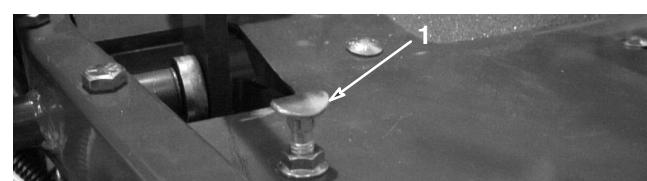

Figure 52
Pour obtenir la vitesse de transport maximale, placez le sélecteur de fonction en position de transport et appuyez sur la pédale de déplacement. Si la pédale touche la butée (Fig. 52) avant que la tension soit ressentie sur le câble, un réglage est requis.
- Placez le sélecteur de fonction à la position de transport et desserrez le contre-écrou de fixation de la butée de pédale au plancher (Fig. 52).